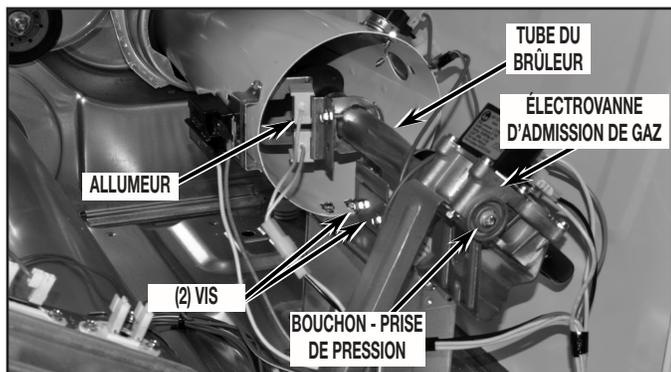

FIGURE 19A
23. Ôter les deux (2) vis de fixation du tube du brûleur sur la base du brûleur. Voir *Figure 19A*.
26. Faire glisser le tube du brûleur pour le remettre en place; utiliser les vis ôtées à l'étape 22 pour assujettir le tube du brûleur dans le brûleur. Bien serrer les deux (2) vis de montage. Voir *Figure 19A ou 19B*.